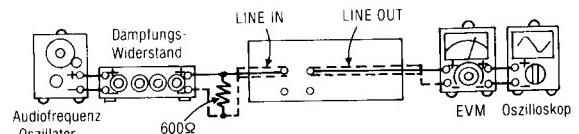

Abb. 3
- Der Testaufbau ist in Abb. 3 gezeigt.
- Falls sie nicht dem Standard-Wert entspricht, ist der VR5 (linker Kanal) [[VR6 (rechter Kanal)]] für Deck B und den VR7 (linker Kanal) [[VR8 (rechter Kanal)]] für Deck A zu justieren, und dann sind die Schritte (2), (3) und (4) zu Wiederholen, bis die Ausgangsleistung dem Standard-Wert entspricht.